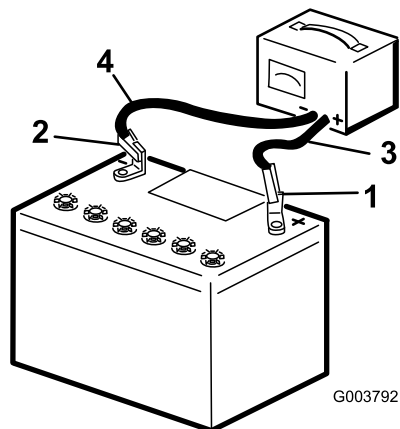

Рисунок 42
3. Заряжайте аккумулятор в течение 10-15 минут током 25-30 Ампер, или 30 минут током 4-6 Ампер (Рисунок 42). Не допускайте избыточного заряда аккумулятора.
4. После полной зарядки аккумулятора отсоедините зарядное устройство от электророзетки и штырей аккумулятора (Рисунок 42).